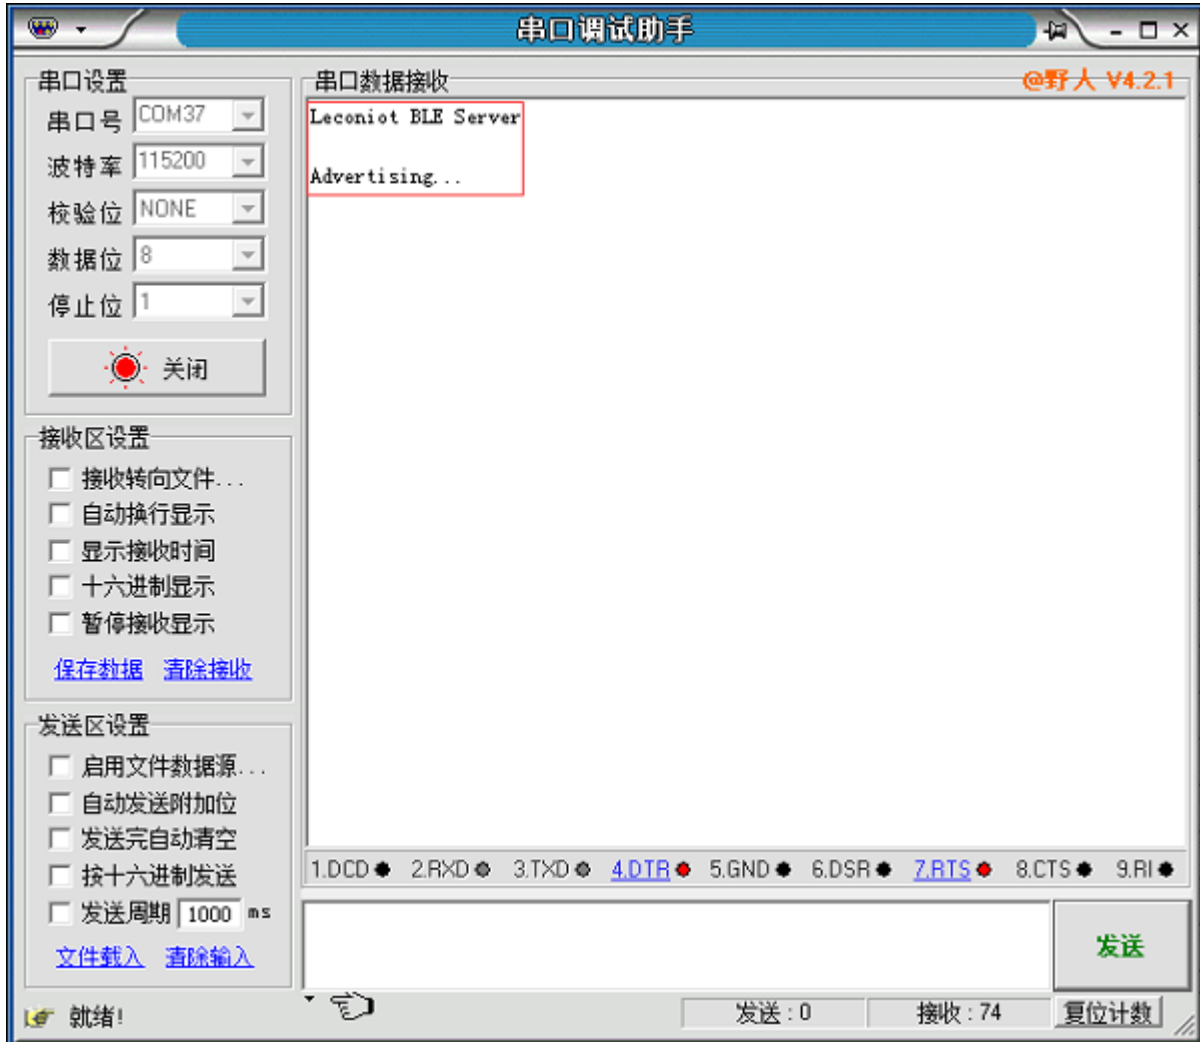

图 7 模块名称与广播状态的打印
- 步骤 4：按下 CC13X0/CC26X0 Evaluation Board 上的复位按键，这时你可以看见串口调试工具上打印出透传模块的名字与广播状态。如图 7 所示：